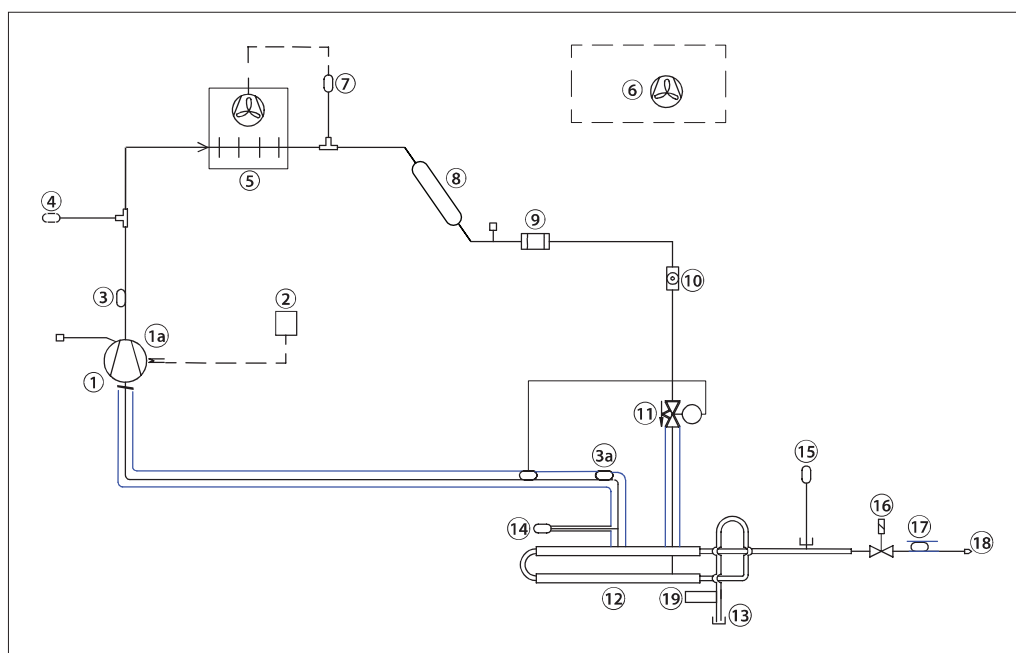

Fig. 1 – Disposition du purgeur R452A
** Voir Fig. 1 et Fig. 10a
Seul 1 raccordement mécanique est nécessaire pour le purgeur (voir fig.1). Le débit d'ammoniac/ de gaz NC de l'installation principale circule dans la bride pour ammoniac (voir le point 13 dans la figure 1 ci-dessous), tandis que la purge de gaz NC est effectuée par le tuyau de purge après le restricteur de purge (18).